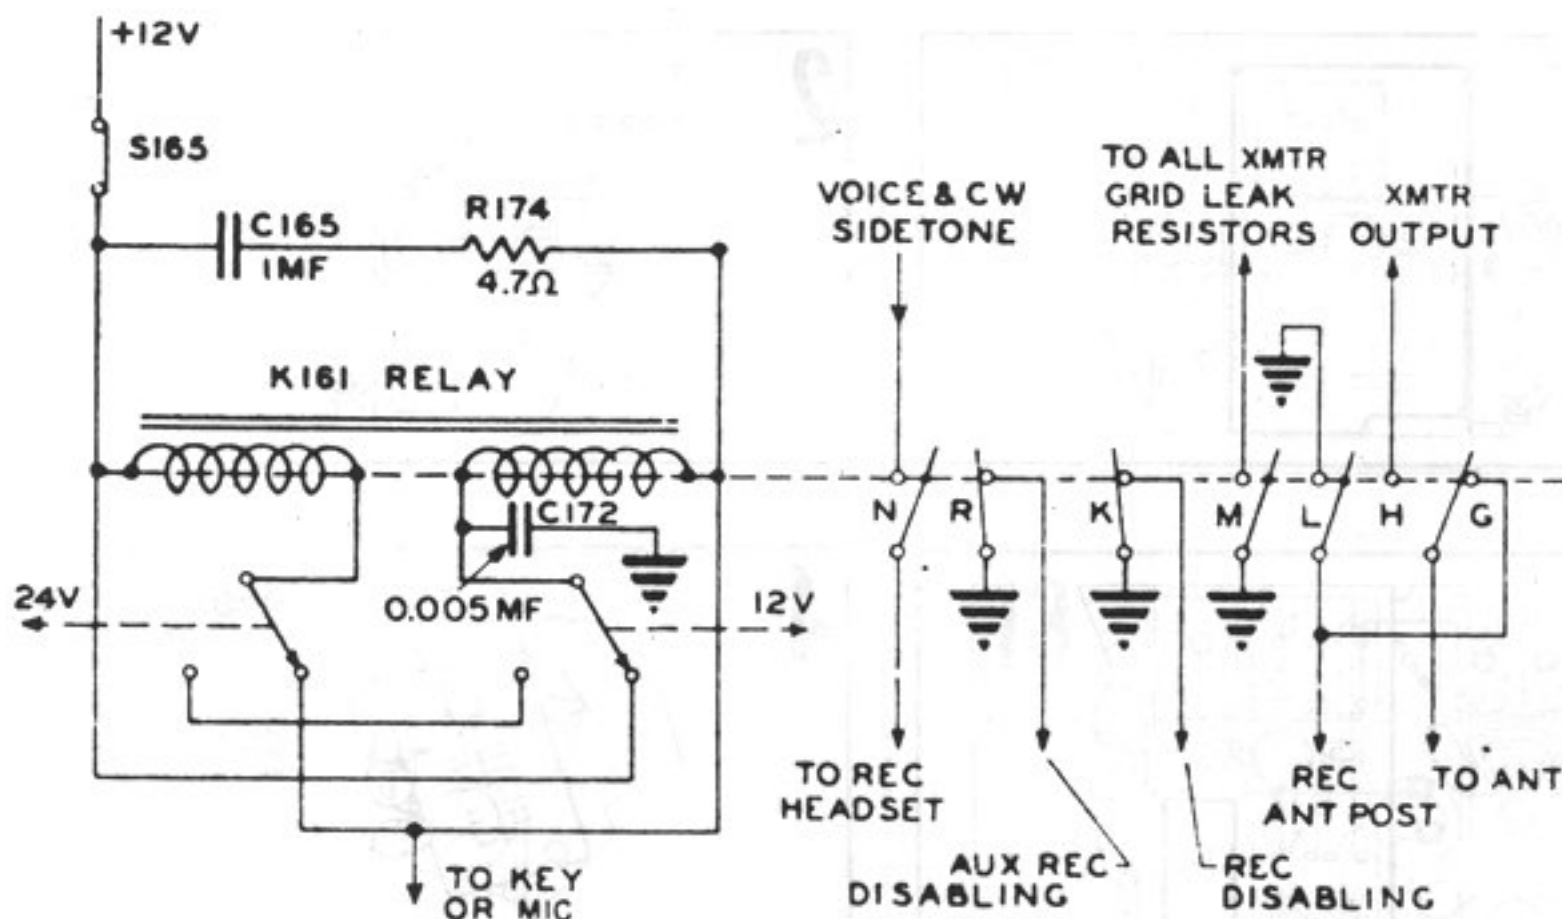

Abb. 11
11. Stellen Sie den in Bild 11 gekennzeichneten Einstellknopf so ein, daß sich am Meßinstrument der bekannte Dip (Anodenstromminimum) der Treiberröhre ergibt, hierdurch wird Resonanz angezeigt.